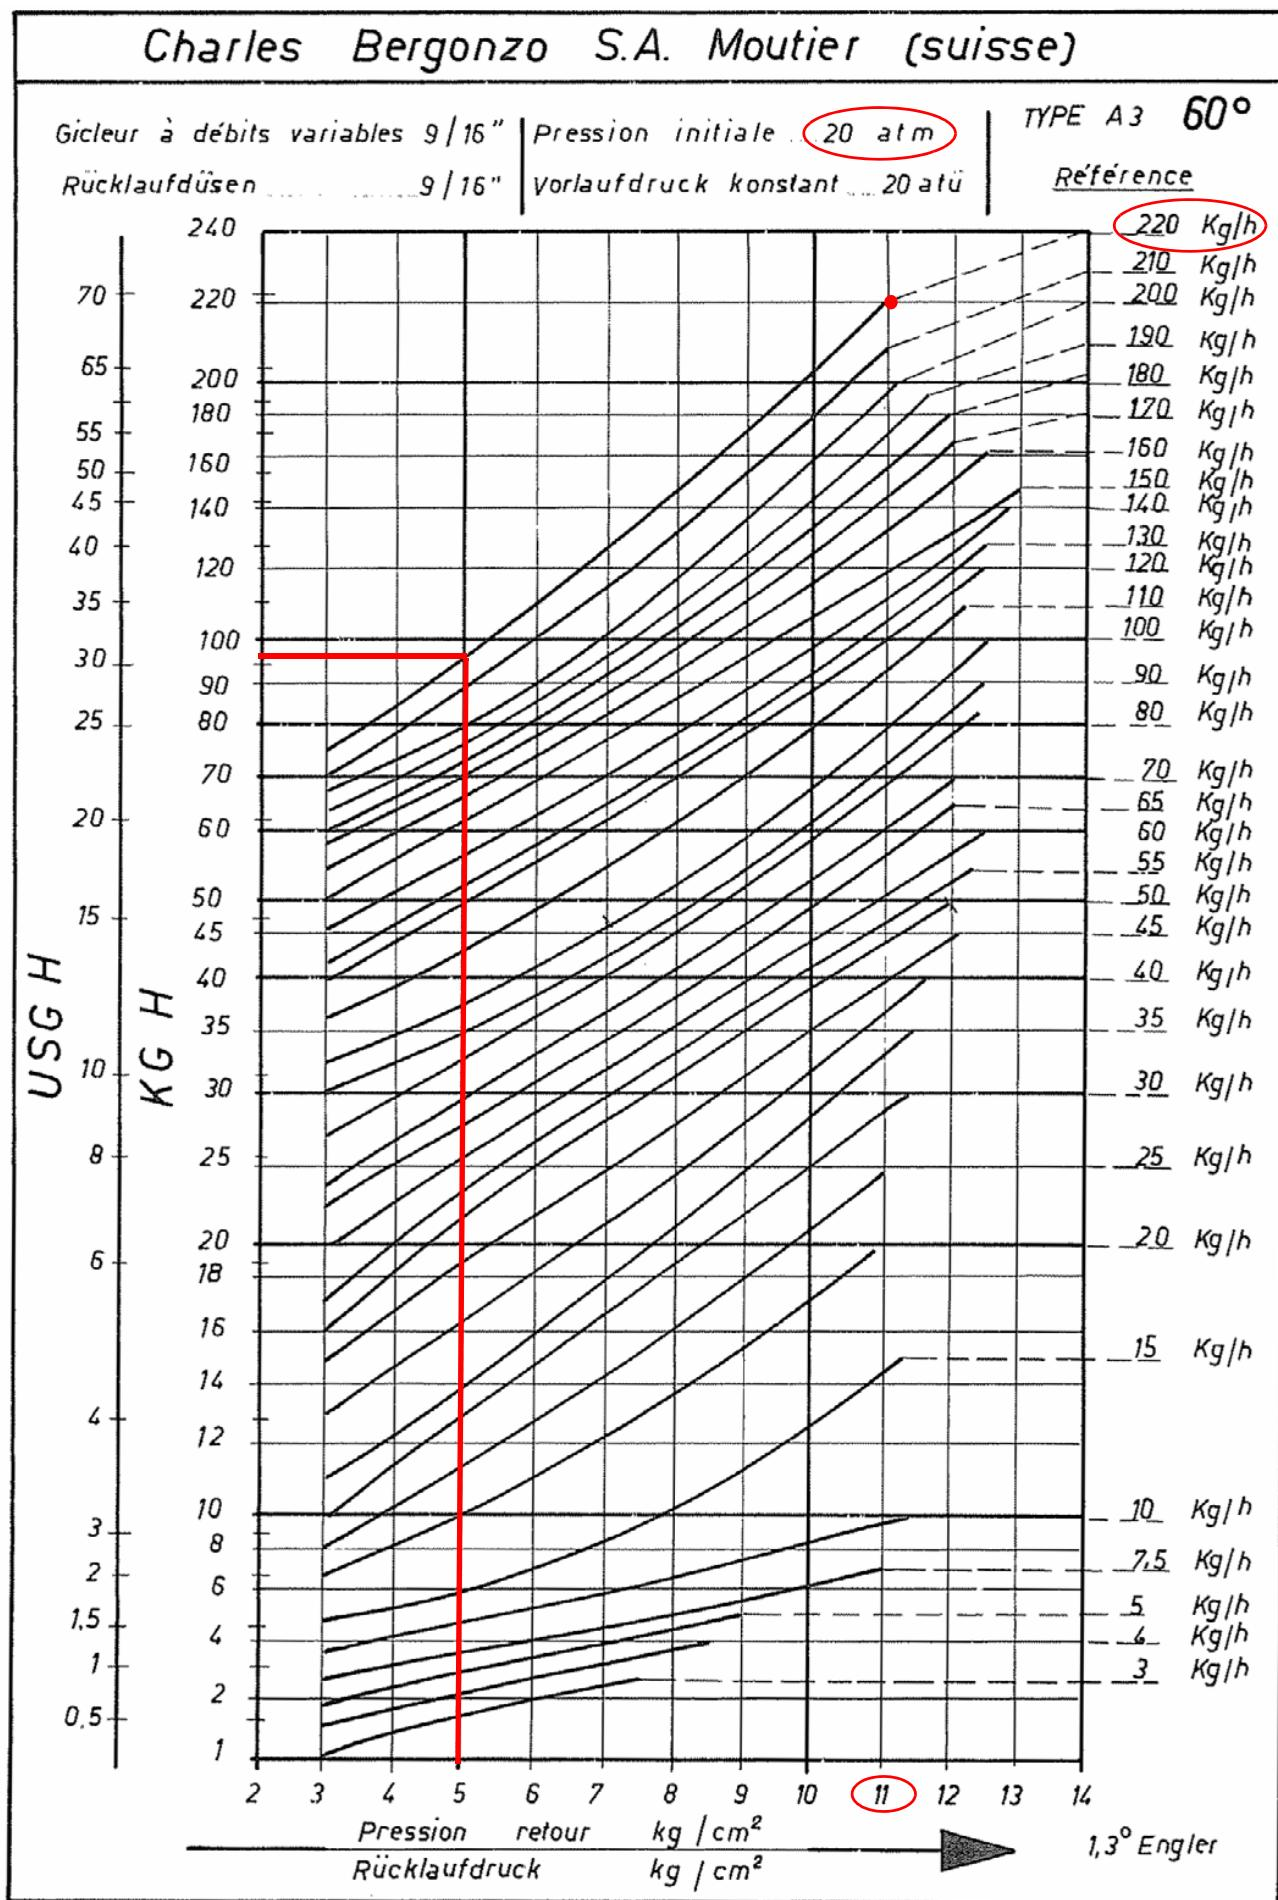
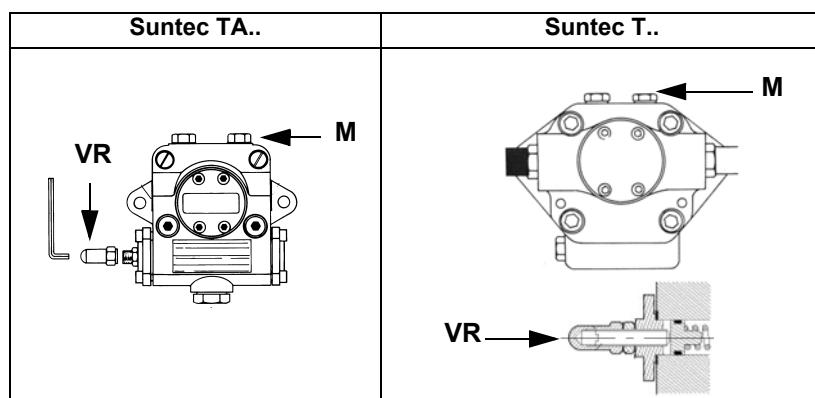
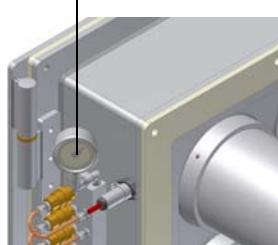

Рис. 14 - ФОРСУНКА BERGONZO - Пример с форсункой с расходом 850 кг/час
Рис. 15
Рис. 16
Расход дизельного топлива регулируется за счет выбора форсунки (противовоточного типа), соответствующего мощности котла и типу применения размера, а также регулировки давления на прямом и обратном ходе жидкого топлива, согласно данных, указанных в таблице и на графике на Рис. 14 (для считывания давления - читайте последующие параграфы).
- выпустить воздух со штуцера (**M**) манометра насоса (Рис. 15), расслабив слегка заглушку, но не снимая ее; затем отпустить контактор;
Давление питания форсунки уже отрегулировано заранее на заводе-изготовителе и не должно изменяться. Только в случае необходимости, отрегулировать давление питания (см. соответствующий параграф) следующим образом: установить манометр в положение, указанное на Рис. 16, воздействовать на регулировочный винт **VR** насоса (см. Рис. 15 и на стр 21) до получения на форсунке давления в 20 или 25 бар (форсунки Bergonzo или Fluidics/UNIGAS M3 - см. график на Рис. 14);